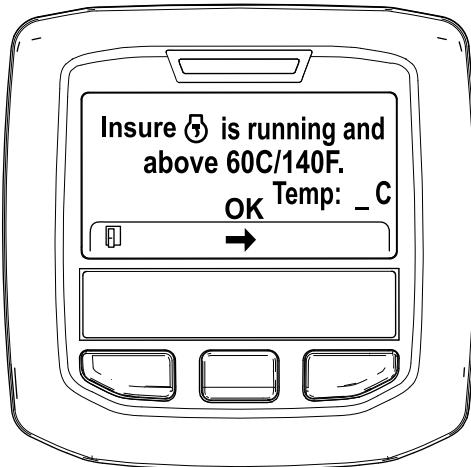

Figura 32
- Se a temperatura do líquido de refrigeração for inferior a 60 °C, surge a mensagem “Insure is running and above 60C/140F” (Confirme que está a trabalhar e acima de 60C/140F) (Figura 32).